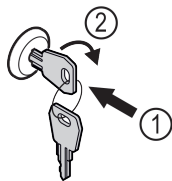

Fig. 166 Representación a modo de ejemplo
- Introducir la llave Fig. 166 (1).
- Girar la llave 90° en sentido horario Fig. 166 (2).